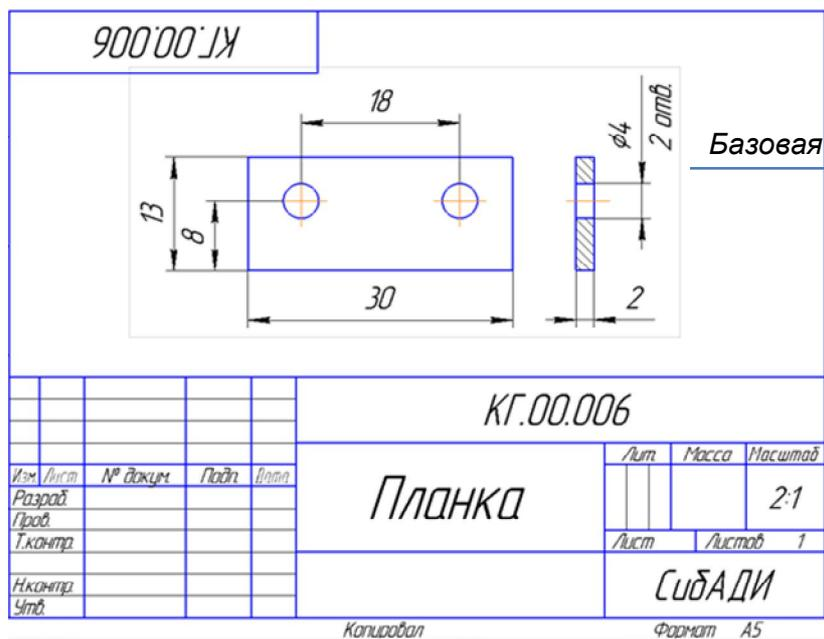

Рис. 4.27. Рабочий чертеж «Планка»
- Откройте рабочий чертеж «Планка», который находится в папке «... \Рабочие чертежи\ Планка \_ КГ.00.006» (рис. 4.27).